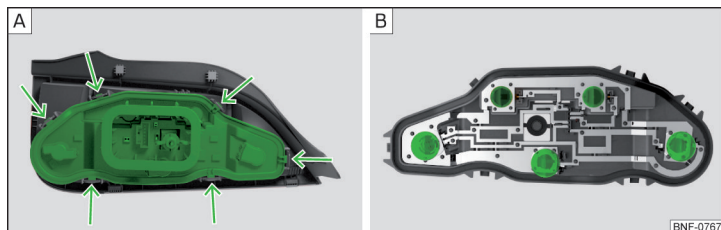

Fig. 180 Partea interioară a lămpii
- ▶ Presați elementele de fixare de pe suportul lămpii » fig. 180 - [A] și scoateți suportul din blocul optic.
- ▶ Rotiți becul respectiv până la limită în sens antiorar și scoateți-l din suport » fig. 180 - [B].